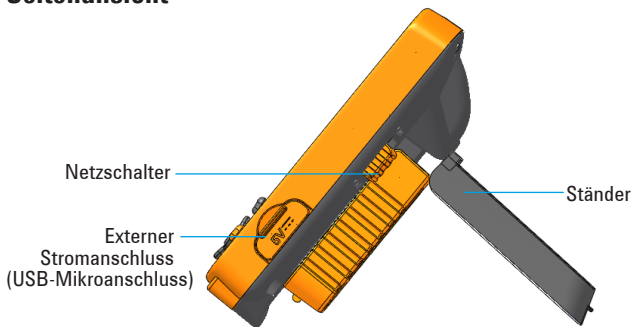

Abbildung 3 Seitenansicht des U1115A Remote Logging Display (aufrechte Position)
- 1 Führen Sie den USB-Mikrostecker in den USB-Mikroanschluss an der Seite des U1115A ein. (siehe Abbildung 3)